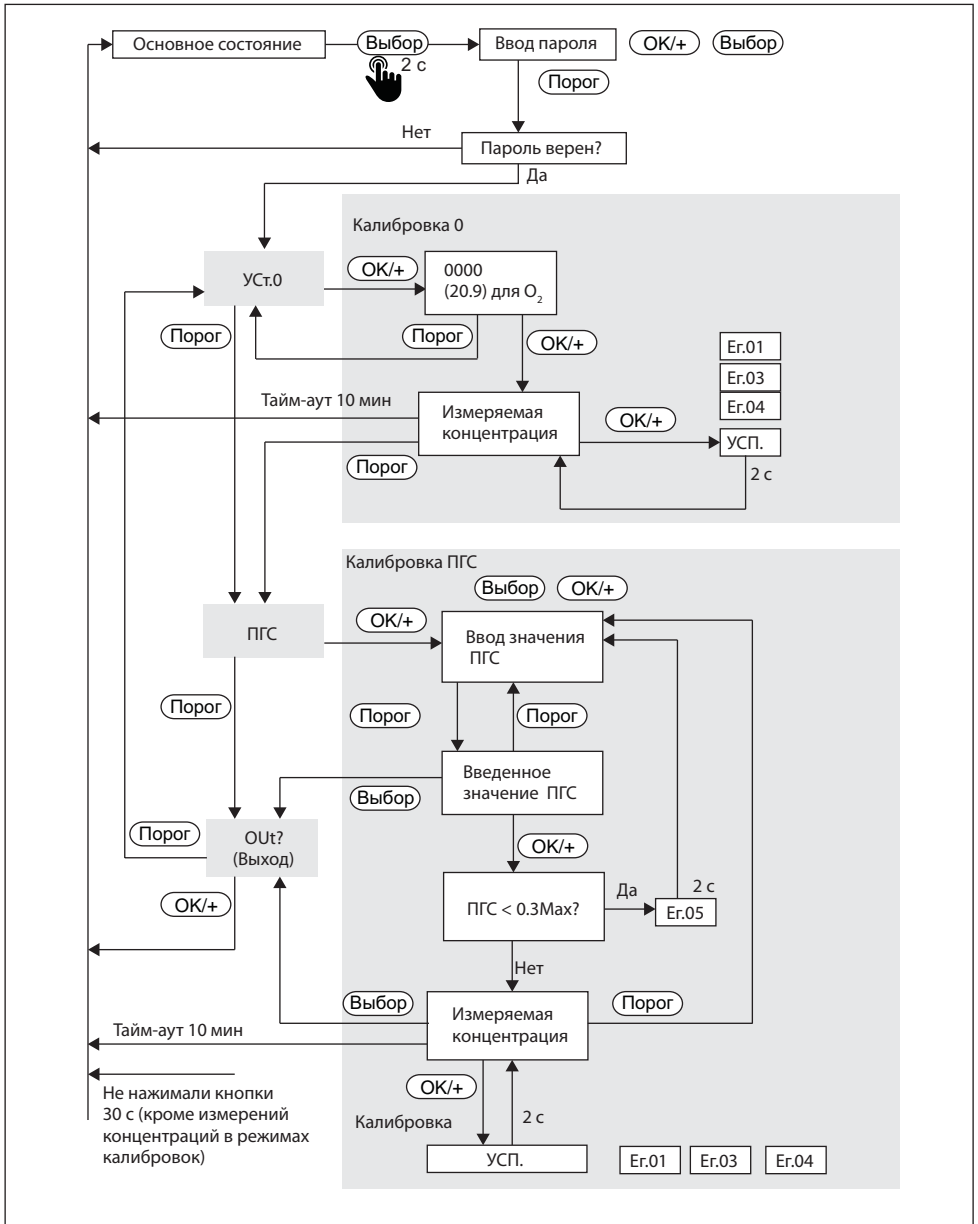

Рис.15. Меню калибровки
**Для входа в режим калибровки** в Основном состоянии нажмите и удерживайте ВЫБОР (рис. 15). Далее необходимо ввести пароль. Пароль сообщается производителем исключительно уполномоченным им сервисным центрам. При вводе пароля кнопка "ОК/+" используется для установки значения разряда, ВЫБОР – для перехода между разрядами. Введя пароль, нажмите ПОРОГ.